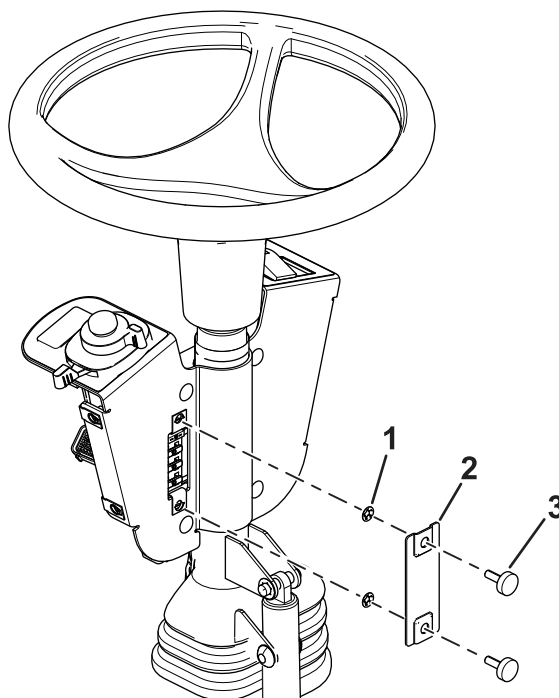

Figure 9
11. Fixez le couvercle des fusibles sur le support de commutateurs à l'aide de 2 vis à oreilles et 2 écrous poussoirs (Figure 9).
Remarque: Veillez à installer les écrous poussoirs à l'intérieur du couvercle des fusibles (Figure 9).